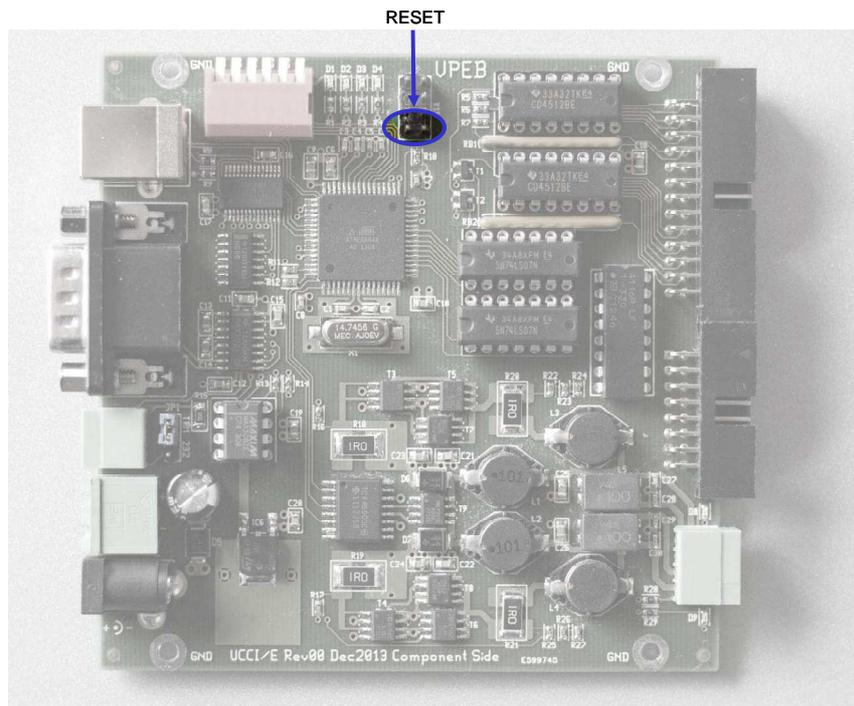

Abb. 29: Reset
- 9 Resetten den UCCI/E(-s) den Sie Updaten möchten. Machen Sie das durch einen Jumper auf die Reset-Pins zu stecken (Abb. 29) und lassen Sie es da. Normalerweise gibt es einen Ersatz Jumper die Sie benutzen können, platziert auf einen den Pins auf dem Jumper-Block.